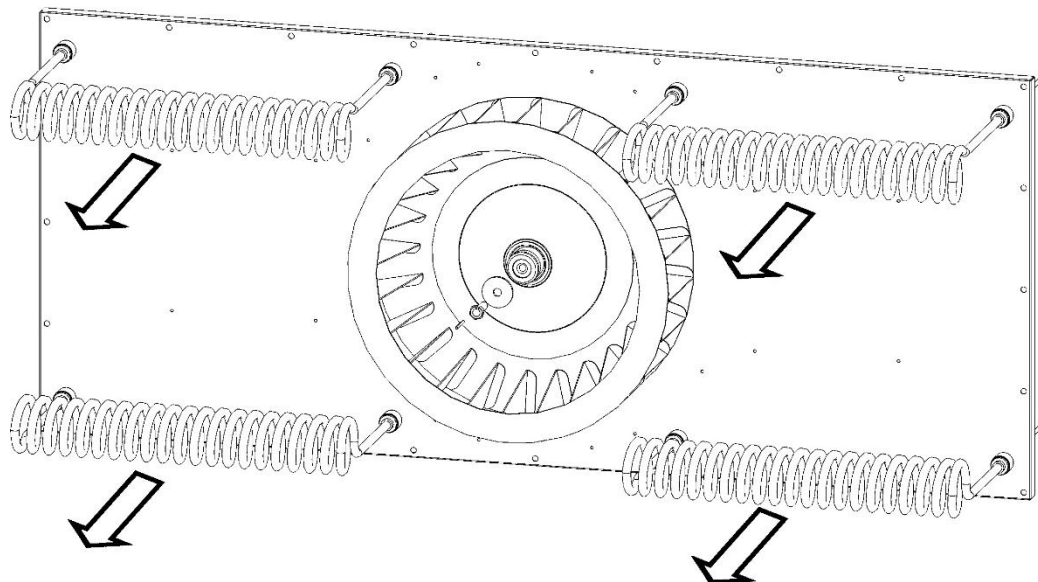

Fig.8
1. Dévisser les écrous de fixation des résistances et les retirer par l'avant (Fig.8).
Appuyez et faites glisser votre doigt sur le cercle dans le sens horaire ou antihoraire pour modifier le paramètre (Fig. 8).